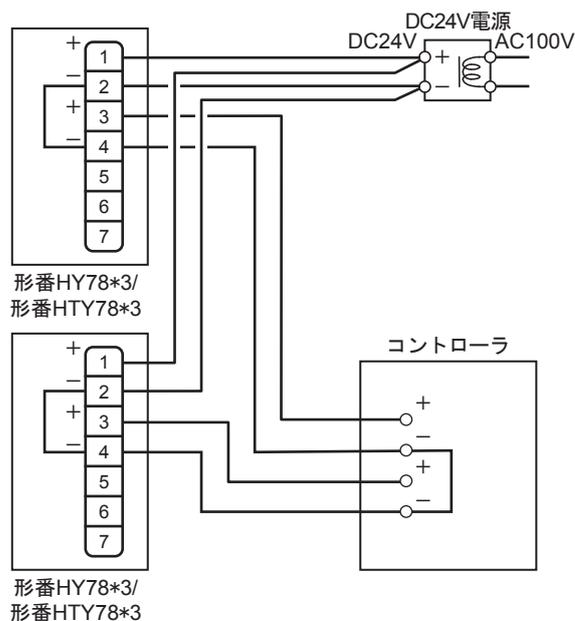

図18 形番HTY78*3***/HY78*3***とDC電源の結線例
- ただし、①(+)-①(+)、②(-)-②(-)を『図18』に示すとおり配線してください。
(補足) DC電源については、新規に設置する場合と同様です(図18)。